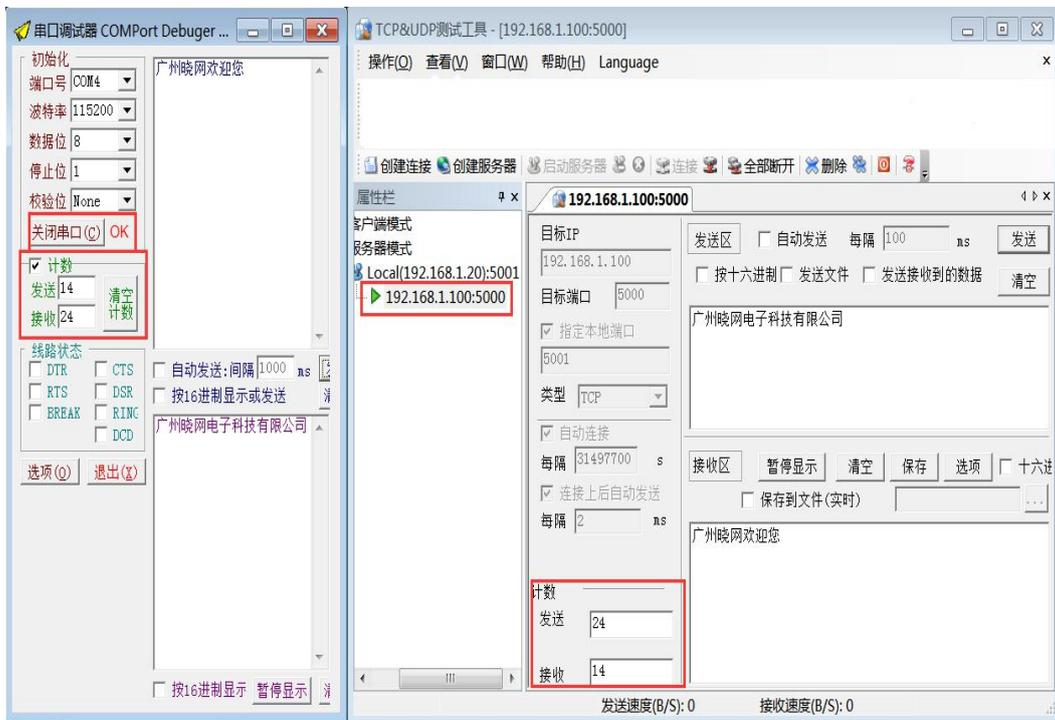

图 5.10
8. 出现“模块地址”和“关闭串口 OK”说明连接成功，然后进行串口和 pc 端的数据发送接收测试，如果两边收发的数量相同，则测试成功。如图 5.10 所示。